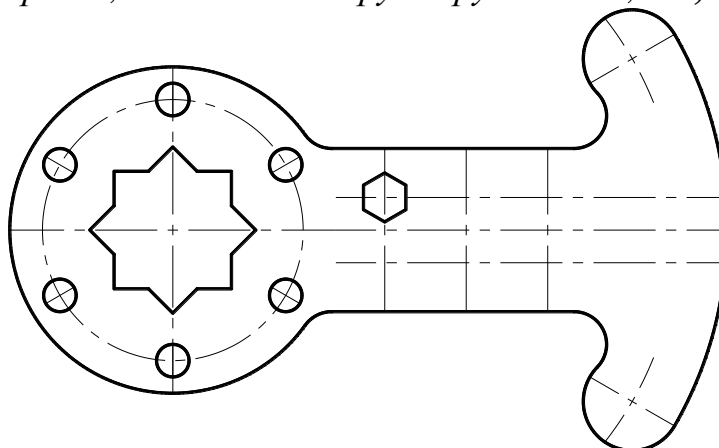

Рис.3.12
20. Вычертите *6-угольник*, используя команду «*Многоугольник*» – количество сторон *6*, описанный вокруг окружности, *R 6,5 мм* (рис.3.12).